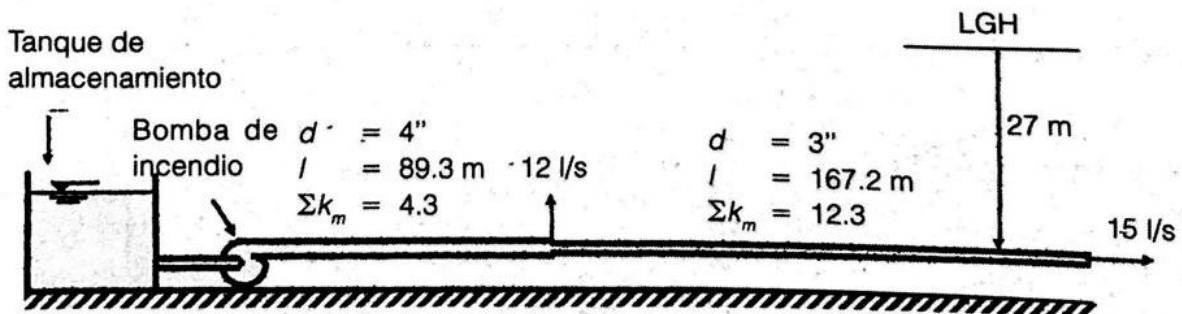

Figura P5.6
- 5.6** En la figura P5.6 se muestra un esquema de parte del sistema de extinción de incendios de una planta de productos químicos. Las tuberías son de acero comercial y la presión mínima a la salida es la indicada en la figura. Calcule la potencia de la bomba si su eficiencia es del 85%.